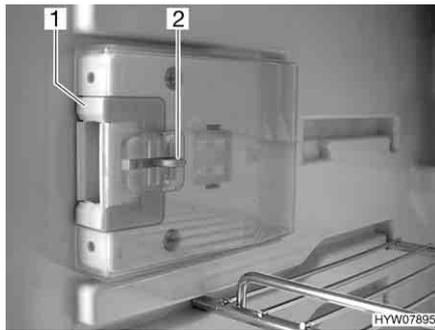
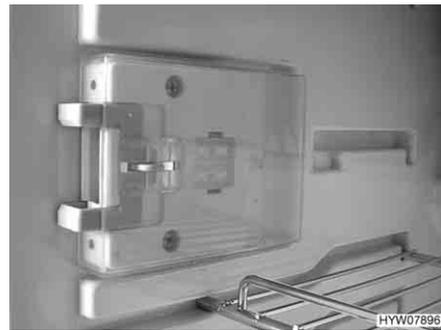

Fig. 147 Dispositivo de cierre en posición normal
Fig. 148 Dispositivo de cierre en posición de ventilación
- Hundir el desbloqueo (Fig. 147,2).
- Empujar el dispositivo de cierre (Fig. 147,1) hacia delante (Fig. 148).